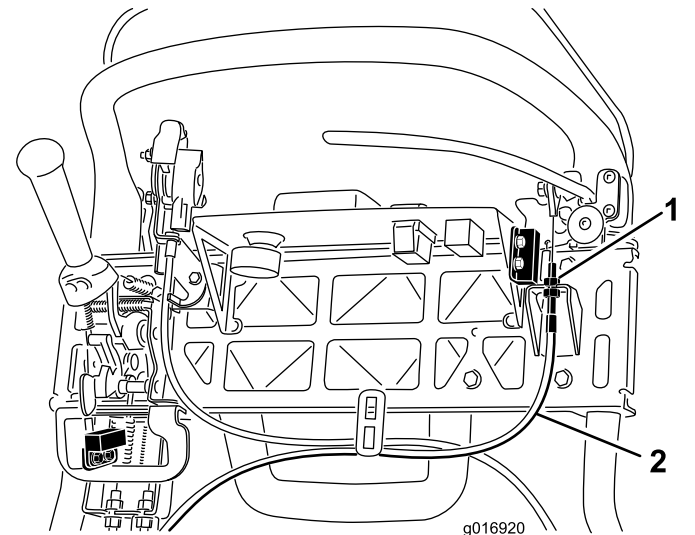

图40
- 3. 要增加拉线的张力、请拧松上拉线锁紧螺母并拧紧下拉线锁紧螺母（图40）、直至向刹车制动杆手柄施加的力达到 156N这是手松开刹锁定装置所需的力。